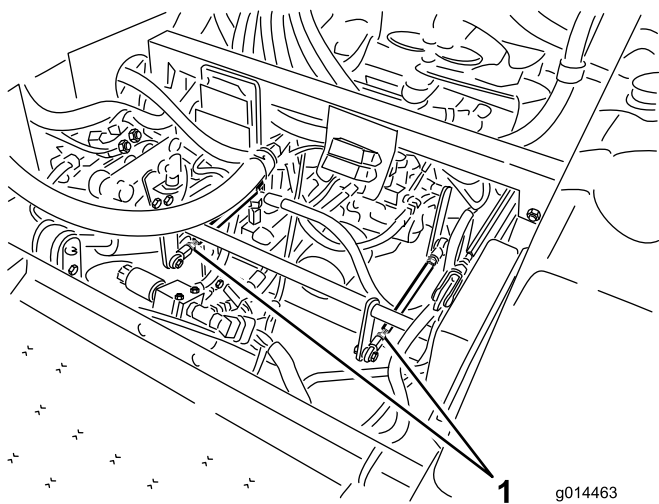

Figura 38
- Si el neumático trasero izquierdo está girando, afloje las contratruercas de la varilla de control de la transmisión del lado izquierdo (Figura 38).